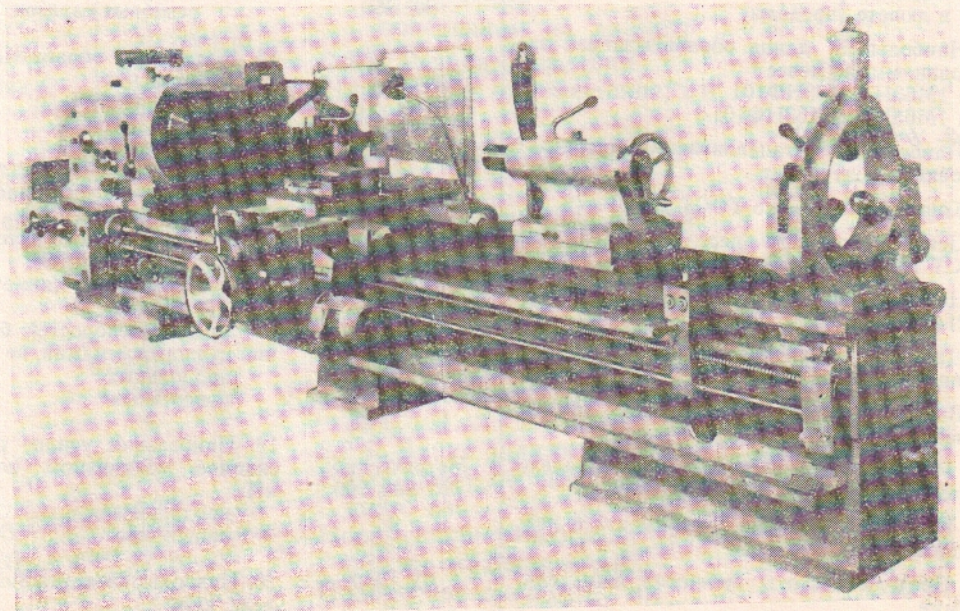

Рис. 1.1.1. Общий вид станка
1.1. Настоящее руководство по эксплуатации распространяется на станки токарно-винторезные модели 1М63Н, 1М63НФ101, 1М63Н-1; 1М63НФ101-1, указанные в табл. 1.1.1. (рис. 1.1.1;)